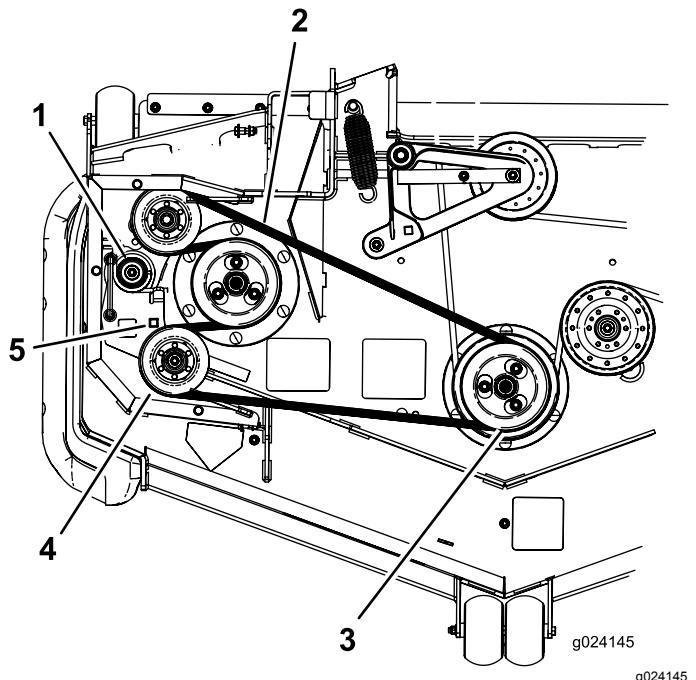

Bild 71
7. Setzen Sie eine Ratsche in das rechteckige Loch im Spannarm ein, um die Spannung an der Spannscheibenfeder zu lösen (Bild 71).